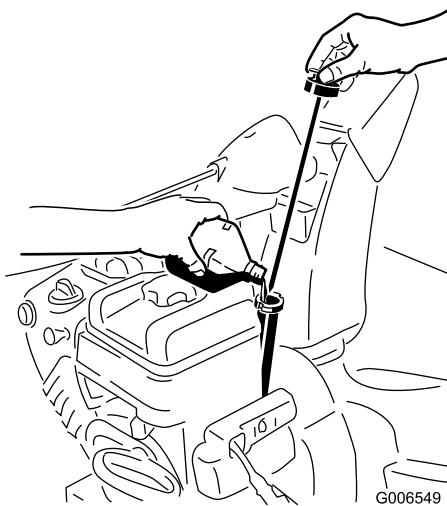

Figure 40
- Sortez de nouveau la jauge et contrôlez le niveau d'huile (Figure 40). Ajoutez de l'huile, si le niveau est en dessous du repère du minimum sur la jauge (voir Plein d'huile du carter moteur).